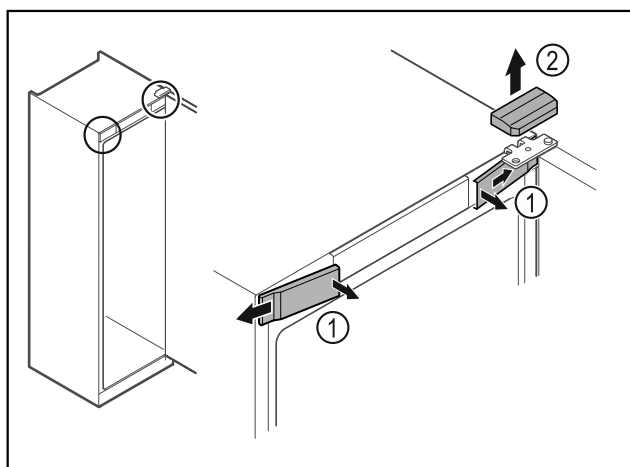

Fig. 10
- ▶ Décrocher les caches avant Fig. 10 (1) du côté intérieur et les retirer vers l'extérieur.
- ▶ Retirer le cache supérieur Fig. 10 (2) vers le haut.